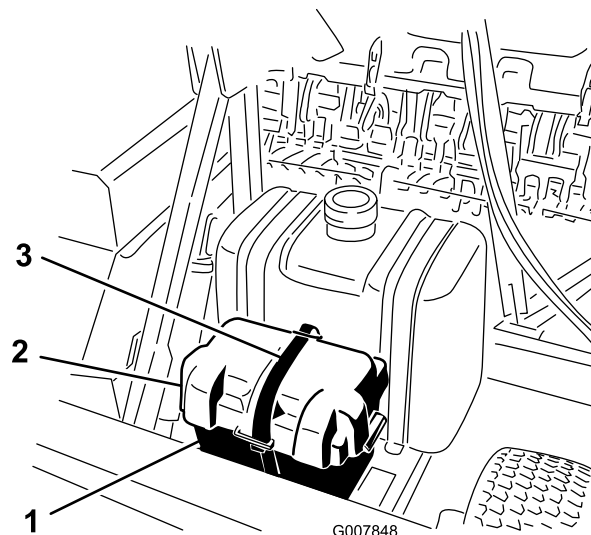

Рисунок 3
- Снимите ремень крепления крышки аккумуляторной батареи к батарейной коробке (Рисунок 3).